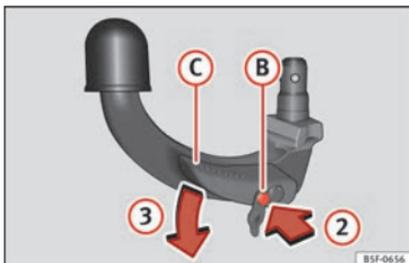

Abb. 234 Schritt 2
- Drücken Sie den Entriegelungsbolzen **B** in Pfeilrichtung **2** und gleichzeitig den Hebel **C** in Pfeilrichtung **3** bis zum Anschlag **» Abb. 234**.